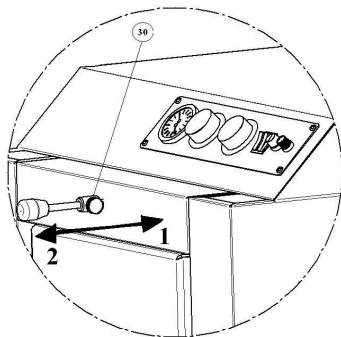
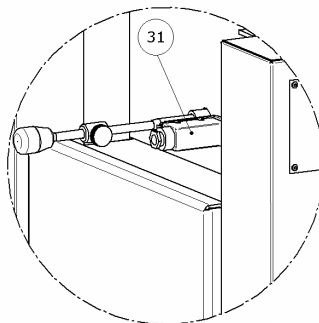

fig.20.
fig.20.1
Deschideți ușa superioară (ușa de alimentare), ridicați perdeaua de fum și sprijiniți în locașul prevăzut pentru acesta, ca alimentarea cu combustibil să fie ușoară, deasupra duzei de ardere introduceți o cantitate suficientă de combustibil (aschii) și bucăți de hârtie. Înaintea aprinderii focului se deschide clapeta de aprindere prin împingerea manetei (18) în poziția **1**. fig.20.
După formarea patului de jar se umple magazia de combustibil cu lemne, se eliberează perdeaua de fum lăsând să se sprijine pe lemnele din magazie, se închide ușa de alimentare, se lasă ca lemnul alimentat să se aprindă să se formeze gazul de lemn, după care se închide ușa de mijloc și se trage clapeta de aprindere (18) în poziția **2** (fig. 20. și fig.20.1) și se blochează cu surubul (30).
2. Se deschide clapeta de aprindere împingând maneta (18) în poziția **1**. fig.20. și ușa camerei de ardere,
6. Se închide ușa camerei de ardere și clapeta de aprindere trăgând mânerul (18) în poziția **2** fig. 20 care inversează arderea în cazan